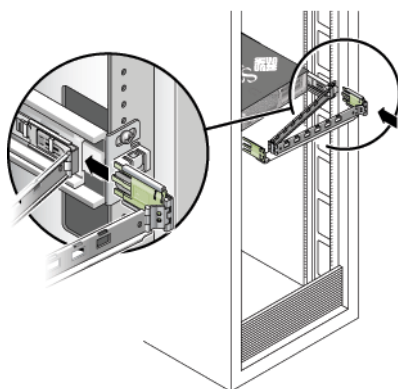

図 2-5 右側スライドレールの背面部分への CMA 固定部品の挿入
4. CMA の固定部品のコネクタを、カチッという音を立てて所定の位置に固定されるまで、右側のスライドレールに差し込みます (図 2-5)。